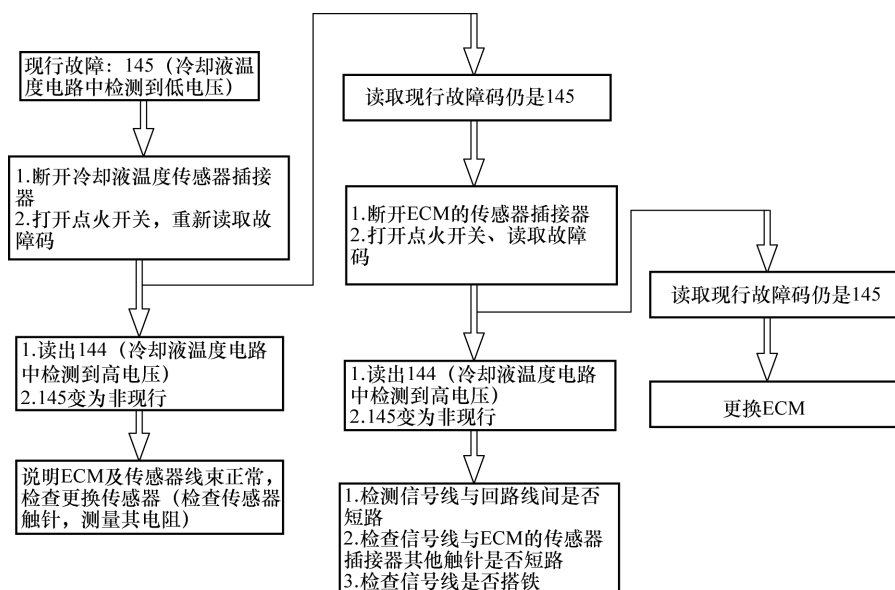

图 8-19 冷却液温度低电压故障的 ECM 响应测试
2. 现行故障：145（冷却液温度电路中检测到低电压）的响应测试（图 8-19）